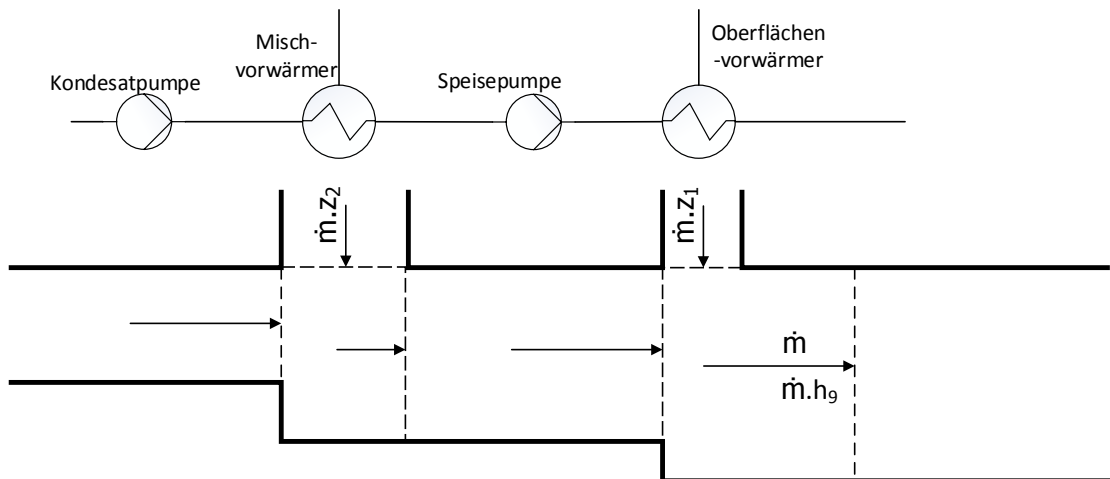

Abbildung 2: Blockschaltbild Speisewasservorwärmung
- (3) Die Abzapfung eines Teils des Dampfes aus der HD-Turbine bzw. ND-Turbine führt zu einem verringerten Massenstrom im weiteren Prozess. Vollenden Sie das Blockschaltbild in Abbildung 2, sodass sämtliche Massenströme (über den Pfeilen), sowie Leistungen (unter den Pfeilen) in den jeweiligen Zuständen ersicht­lich werden.